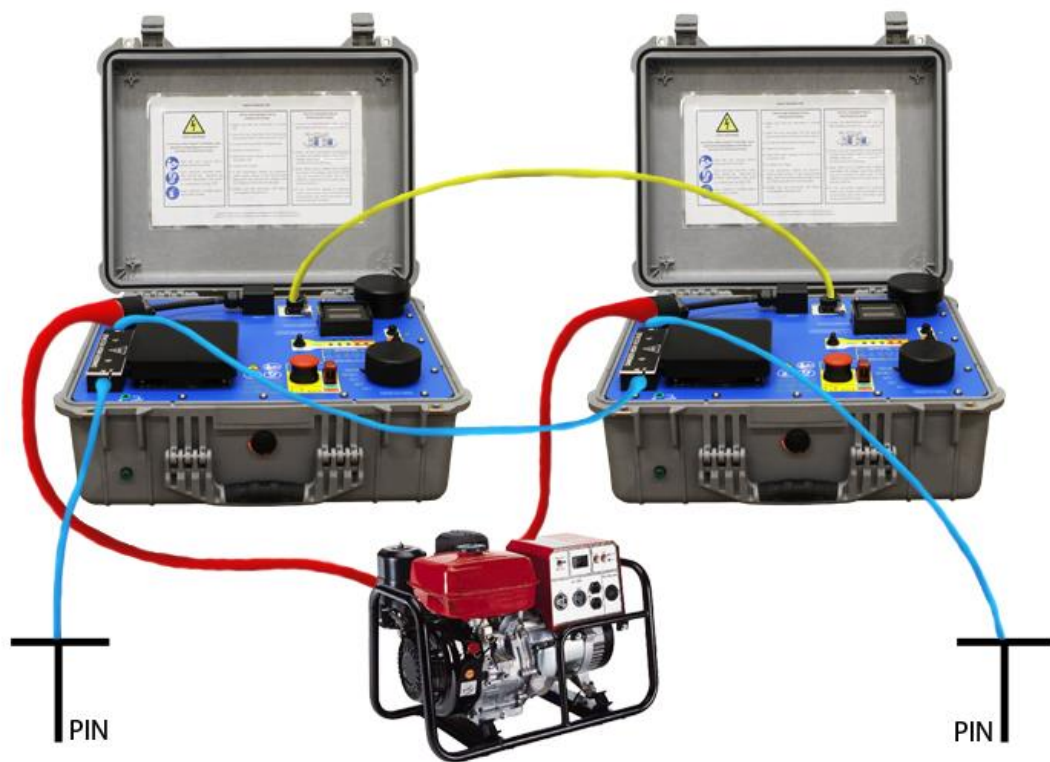

Figura 2. Diagrama de la configuración Master-Slave
1. Conecte el cable de sincronización **amarillo** al interfaz Master-Slave de cada transmisor. Este cable posee dos extremidades diferentes: una *MASTER* y la otra *SLAVE*. El transmisor se pone *SLAVE* o *MASTER* según la extremidad conectada al aparato. Dos indicadores luminosos (*MASTER* y *SLAVE*) indican el modo de cada transmisor. (**figura 2: línea amarilla**)
2. Conecte un hilo eléctrico aislado entre la extremidad (A) de un transmisor y la extremidad (B) del otro transmisor. (**figura 2, línea azul**)
3. Conectar ambos cables de potencia desde los transmisores hacia el generador. (**figura 2, líneas rojas**)
4. Clavar en tierra los electrodos y conectarlos a las extremidades de transmisión (A) y (B) utilizando hilos aislados.